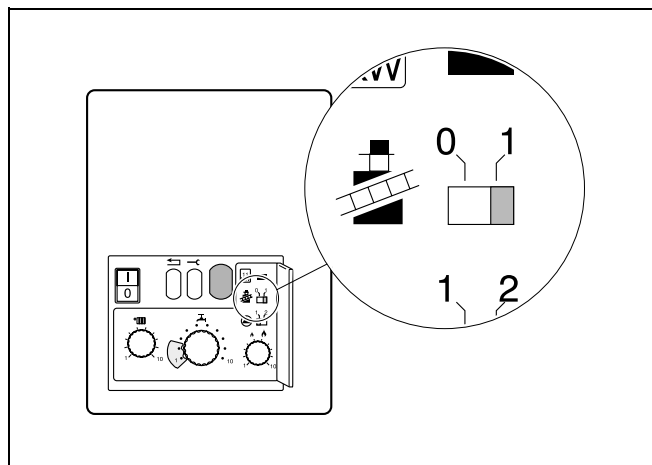

Abb. 20 Schornsteinfeger-Schalter
- Schornsteinfegerschalter (Abb. 20) in Stellung "1" stellen.